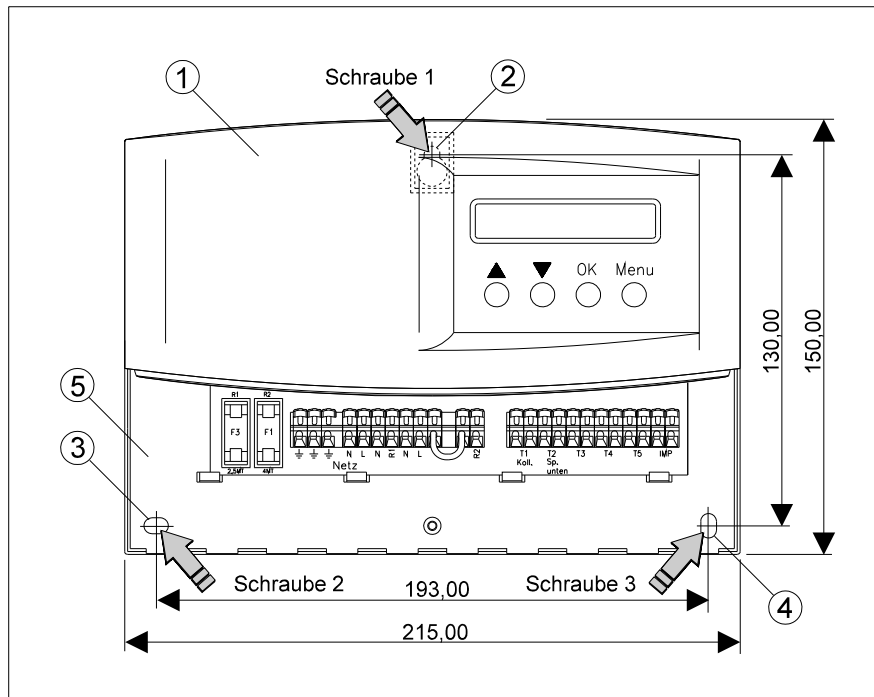

Bild 3: Montageschema
Die obere Reglerabdeckung (Bild 3, Pos. ①) dient dem Schutz der Reglerelektronik und darf für Montagezwecke nicht abgenommen werden.
Zur Befestigung muß zunächst die Schraube 1 in die Wand geschraubt werden. An dieser Schraube wird der Regler anschließend mit der Aussparung (Bild 3, Pos. ②) aufgehängt. Zum Anzeichnen der beiden weiteren Befestigungslöcher kann der Regler als Schablone verwendet werden (Achtung: Regler nur als Zeichenschablone, niemals als Bohrschablone verwenden).
Nachdem der Klemmenbereich (Bild 3, Pos. ⑤) mit der Klemmenkastenabdeckung und zugehöriger Gehäuseschraube geschlossen wurde, kann nun das Netz zugeschaltet werden. Nach Zuschalten des Netzes muß in der LCD-Anzeige des Reglers das erste Programmenü Messwerte erscheinen.